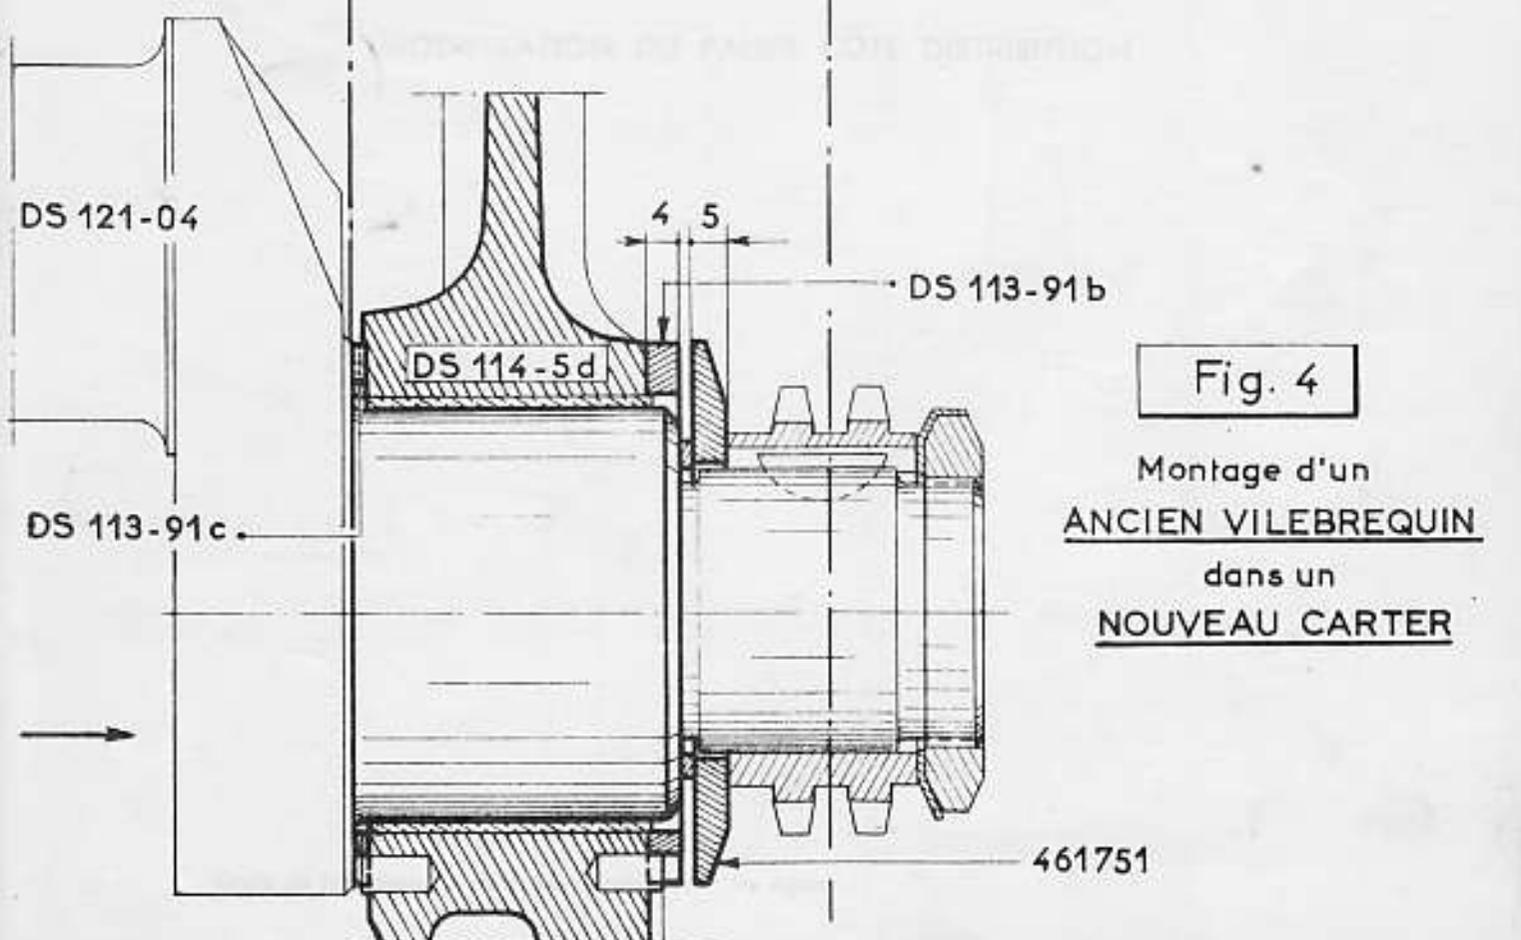

Fig. 4
f) **Cas du nouveau montage (fig. 2) et du montage : ancien vilebrequin - nouveau carter (fig. 4)**